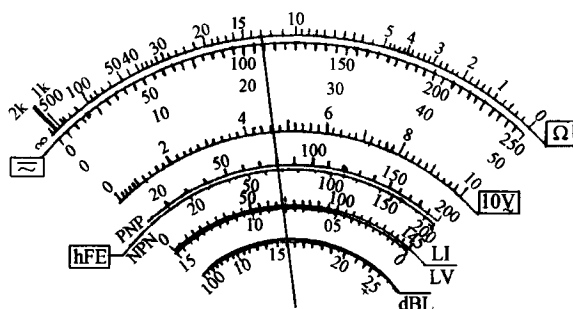

图 1-5 多用电表的示值
4. 读数: 如图 1-5 所示,如果选择开关置于 $R \times 1\text{ k}$ 挡,请读出右图的测量值 = 刻度示值 $\times$ 倍率 = _____。